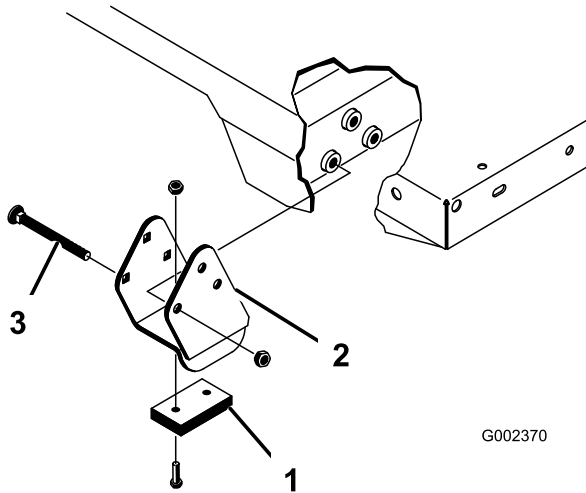

Figura 42
**Nota:** Asegúrese de instalar los espaciadores y las pletinas de desgaste (Figura 42) con las cabezas de los pernos de cuello cuadrado dentro de la máquina.
2. Coloque la plataforma con cuidado sobre el bastidor de la máquina, alineando los taladros de las placas de giro traseras con los taladros del perfil trasero del bastidor, e instale 2 pasadores con chavetas (Figura 42).
4. Inserte el pasador desde la parte exterior de la plataforma, con la chaveta hacia fuera (Figura 42).